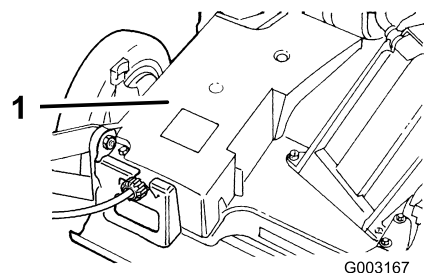

Figura 39
2. Retire los pernos que fijan la cubierta de la correa (Figura 39) a la carcasa del cortacésped.